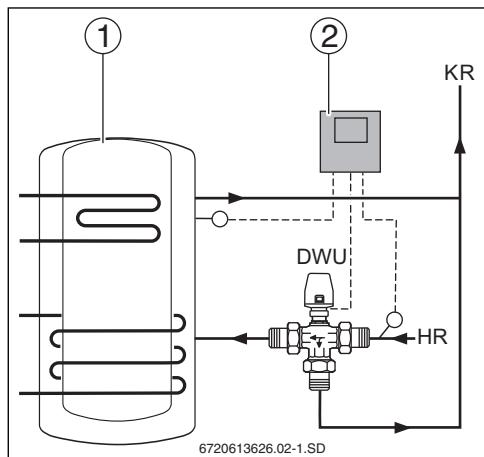

Fig. 7 Aumento del retorno
- Montar la válvula de 3 vías en el tubo de retorno, entre el acumulador de inercia o el acumulador combinado (→ fig. 7, 1) y la caldera conforme a la siguiente tabla.